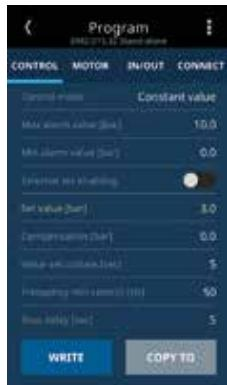

Figura 12 - Tela Valor Set Value alterado
12. Após o procedimento anterior, a tela aparecerá, conforme a Figura 12. Note que o valor do parâmetro Set Value ficará na cor amarela, indicando que o valor foi alterado. Para salvar a alteração pressione a tecla **WRITE**.